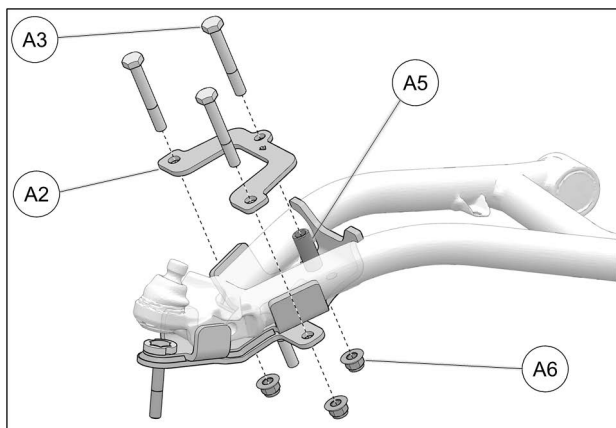

Fig. 18
8. Déposer la plaque d'ancrage (**A2**) sur le bras de suspension. Insérer les boulons M10x75mm (**A3**) dans les trous de la plaque (**A2**) et la douille (**A5**). Fixer l'assemblage avec les nouveaux écrous M10 fournis (**A6**). Serrer à 50 Nm [37 lb•pi]. Voir Fig. 18